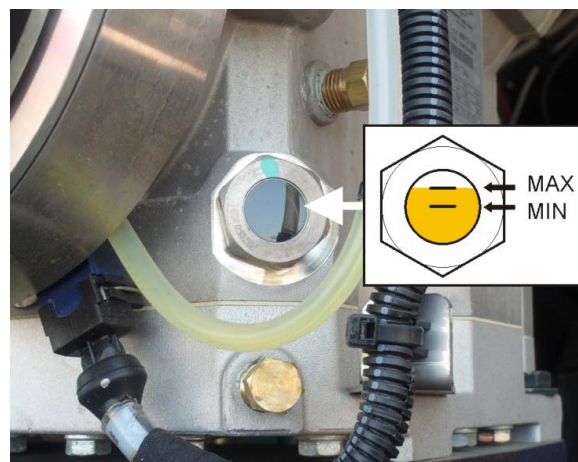

FIGURE 33 : VERRE DE REGARD DROIT
- Verre de regard droit : entre  $\frac{1}{2}$  et  $\frac{3}{4}$  de la hauteur du verre de regard (Figure 33).